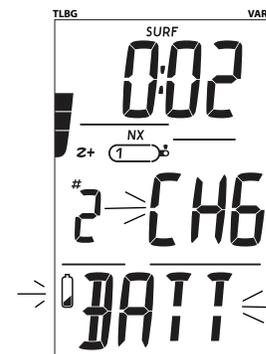

Fig. 2 - SOSTITUZIONE BATTERIA
- L'icona batteria con le diciture CHG >> BATT viene visualizzata lampeggiante non appena si entra in modalità Superficie (Fig. 2); trascorsi 5 secondi l'unità si spegne, fino alla sostituzione della batteria.